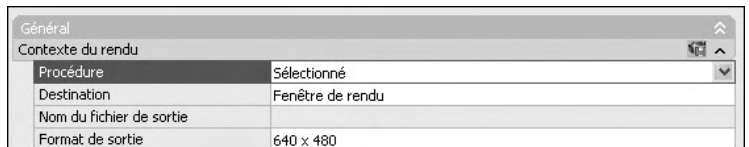

Fig.12.17
- 3 Dans la section **Contexte du rendu** (Render Context), cliquez sur le champ situé à droite de **Procédure** (Procedure) et choisissez l'option **Sélectionné** (Selected) (fig.12.17).